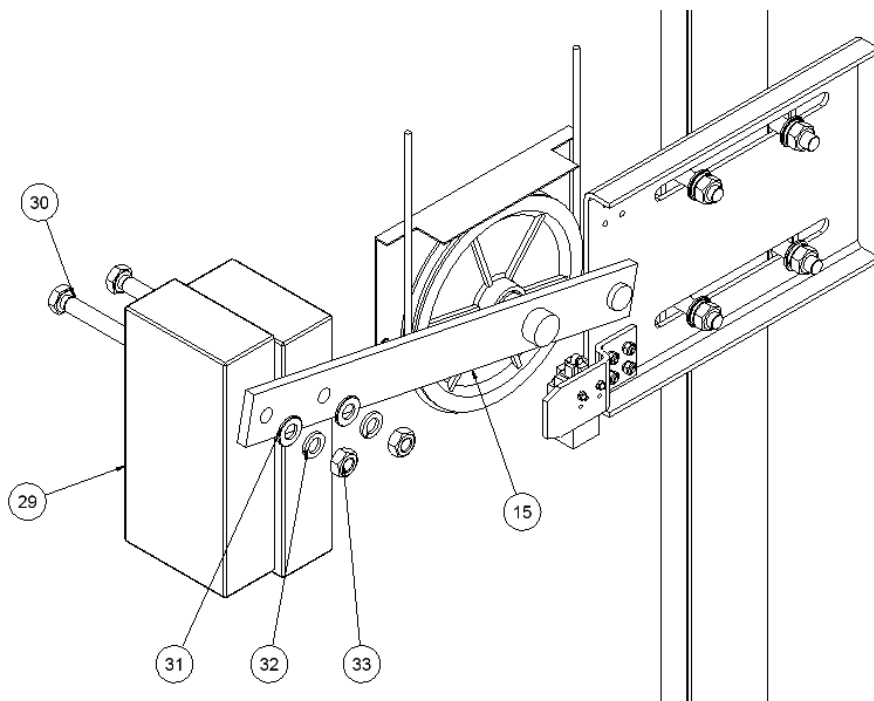

Figura 7
8. MONTAJE DE LAS PESAS EN LA POLEA TENSORA: Para terminar, se montarán las pesas (29) en la posición que refleja la figura 7. Para ello se utilizarán dos tornillos DIN 931 M14x80 (30) y para su fijación se usarán dos arandelas Grower DIN 127 M14 (32), dos arandelas planas DIN 125 M14 (31) y dos tuercas DIN 934 M14 (33).